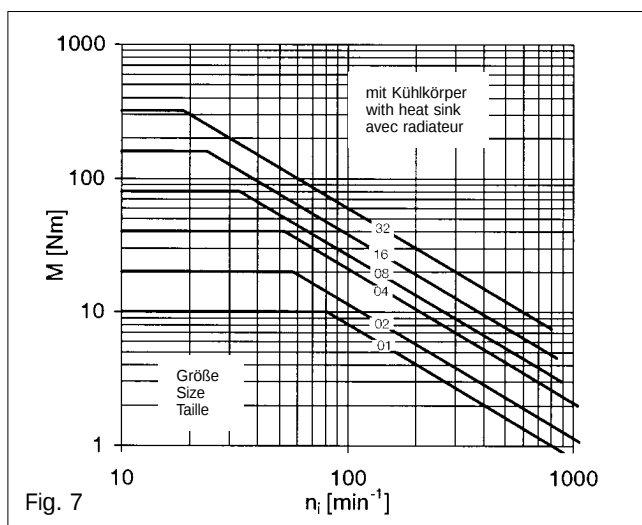

Fig. 7
$n_{\max} \leq n_{\text{zul}} \quad - 14.502.01 \dots (04) \cong 3000 \text{ min}^{-1} / 14.512.01 \dots (32) \cong \text{Fig. 7 + 8}$ $- 14.502.08 \dots (32) \cong 1500 \text{ min}^{-1} / 14.501.03 \cong 3000 \text{ min}^{-1}$
$$(M_{\text{zul}} \triangleq \text{Fig. 7 + 8})$$
Die Diagramme Fig. 7 + 8 zeigen die für Magnetpulver-Bremsen max. zul. Bremsmomente in Abhängigkeit von der Drehzahl n_i des Sekundärbauteils.
The diagrams figs. 7 + 8 show the maximum permissible torques for magnetic particle brakes, depending on the secondary rotor speed n_i .